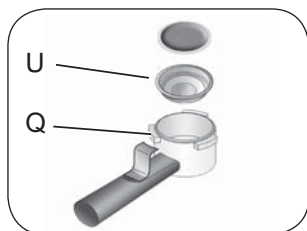

Fig. 14
- 1 Inserire nel portafiltro (Q) il filtro per cialde (U). Posizionare la cialda nel filtro (Fig. 14).